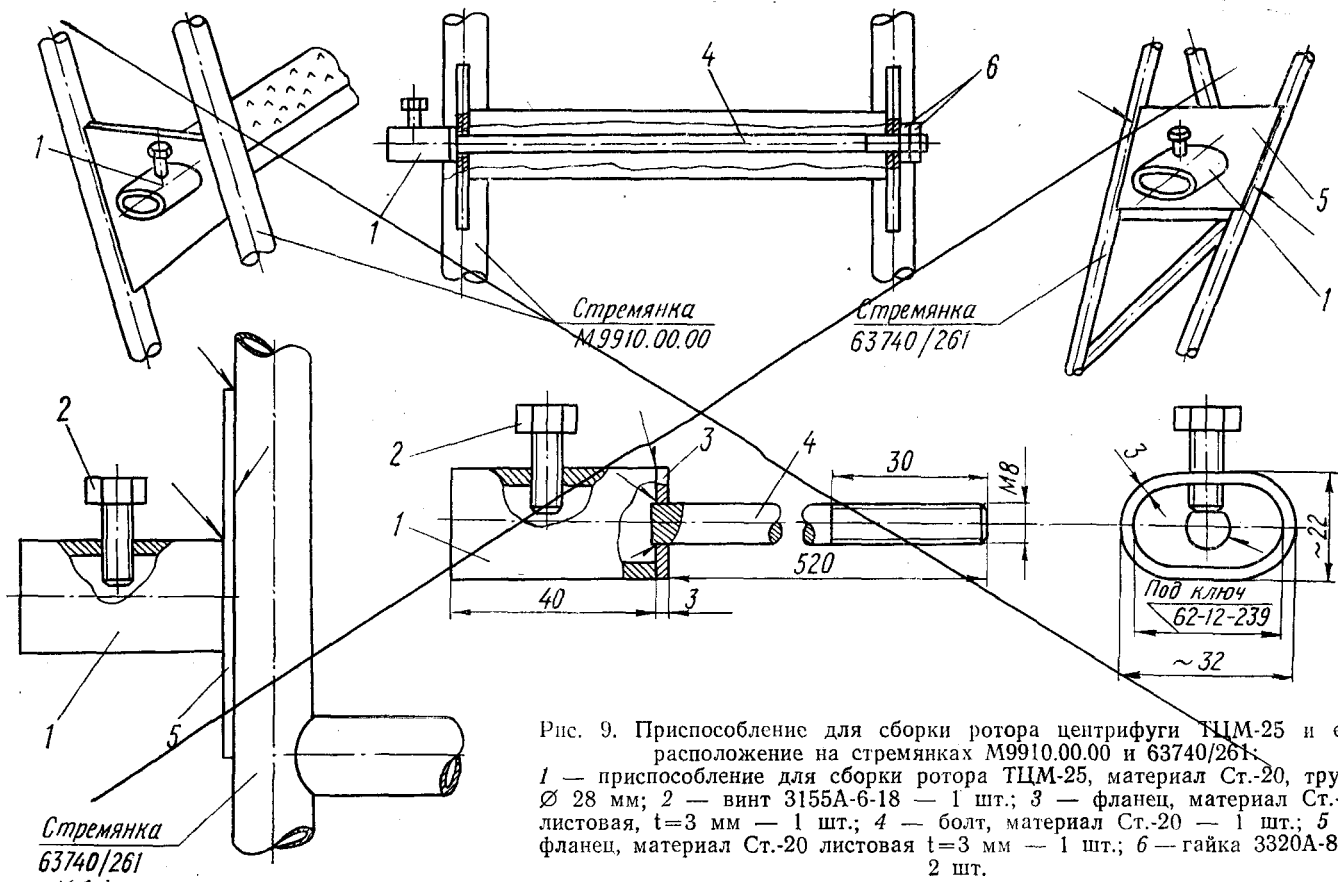

Рис. 9. Приспособление для сборки ротора центрифуги ЦМ-25 и его расположение на стремянках М9910.00.00 и 63740/261:
10.1. Установите ключ 62-12-239 в приспособление 1 (см. рис. 9) и зажмите его винтом 2 с помощью ключа $S=10$ .